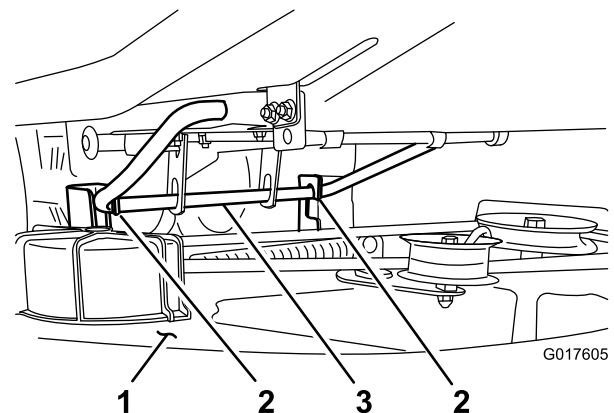

Figura 34
7. Alzate il tosaerba e i supporti di sostegno dall'asta di sollevamento posteriore e abbassate con cautela il tosaerba al suolo (Figura 34).
- Alzate la parte posteriore del piatto di taglio e guidate i supporti di sospensione lungo l'asta di sollevamento posteriore (Figura 34).